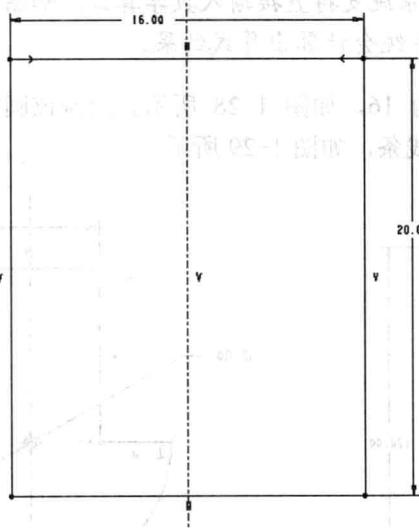

图 1-26 绘制对称矩形并标注尺寸
③ 单击矩形按钮 ，绘制关于中心线左右对称的矩形，标注尺寸为  $16 \times 20$ ，如图 1-26 所示。